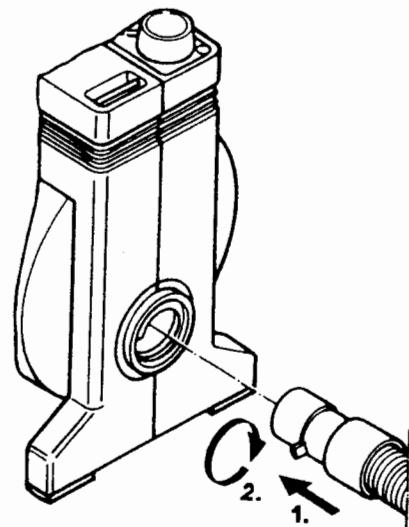

Fig. 3
- Raccorder le tuyau souple d'air à la soufflante. A cet effet, visser le raccord du tuyau souple d'air dans l'orifice de la soufflante en tournant à droite (fig. 3).